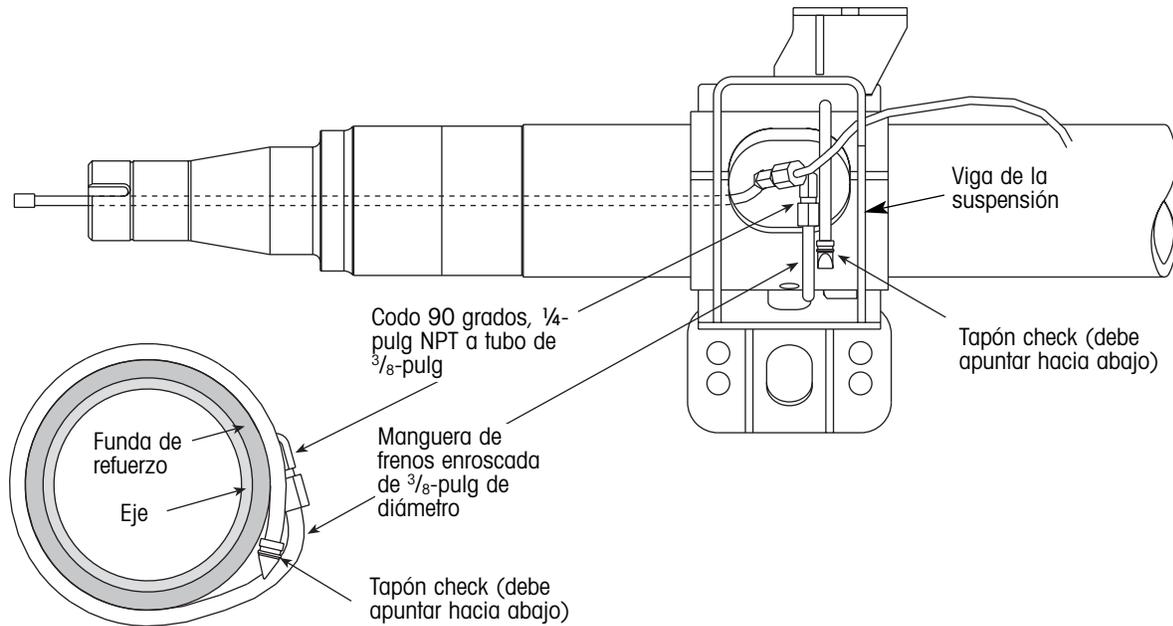

Figura 16. Instalación típica de la manguera de ventilación del eje
1. Instale un codo de 90 grados, 1/4-pulg NPT macho a tubo de 3/8-pulg, en el barreno de 1/4-pulg libre en el tubo del eje (figura 16).
2. Instale la manguera enroscada de 3/8-pulg de diámetro alrededor del eje por dentro de la viga de la suspensión. Instale el tapón check a la manguera asegurándose que apunte hacia abajo para prevenir contaminación (figura 16).